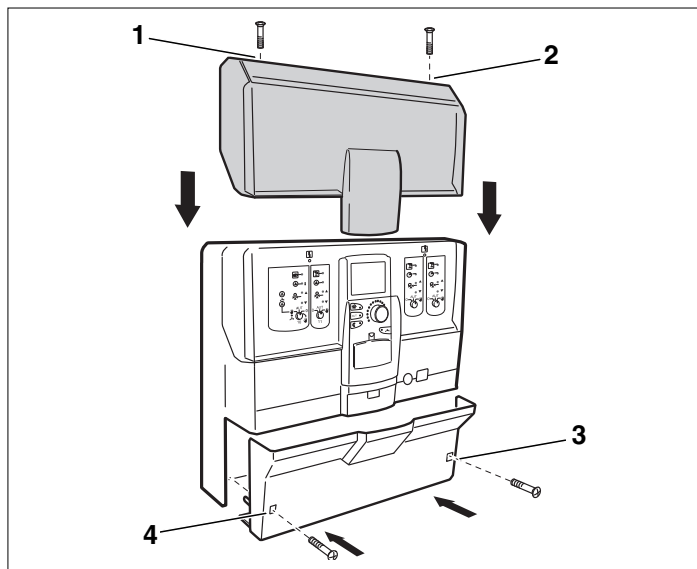

Рис. 10 Установка крышки корпуса и нижней крышки
- Заверните два винта на верхней крышке (→ Рис. 10, [1] и [2]).
- Заверните два винта нижней крышки (→ Рис. 10, [3] и [4]).